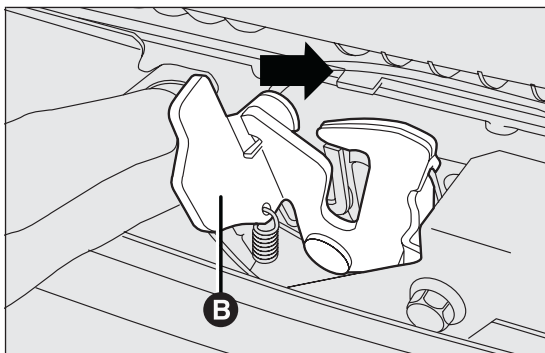

fig. 60
- déplacer vers la droite le levier B fig. 60 comme indiqué sur le schéma